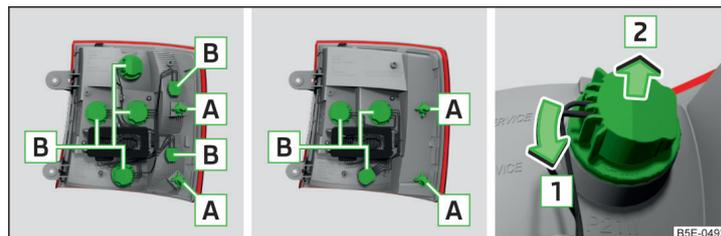

Abb. 234 Äußerer Teil der Leuchte: Grundleuchte / Leuchte mit LED-Dioden
- Die Fassung mit der Glühlampe **B** in Pfeilrichtung **1** drehen » Abb. 234.